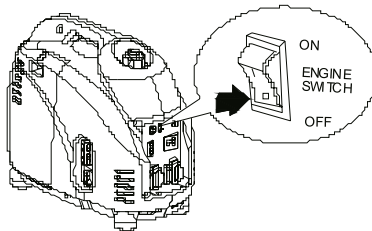

Рис. 22
2. Переверните выключатель зажигания в положение «**OFF**» (Рис. 22).